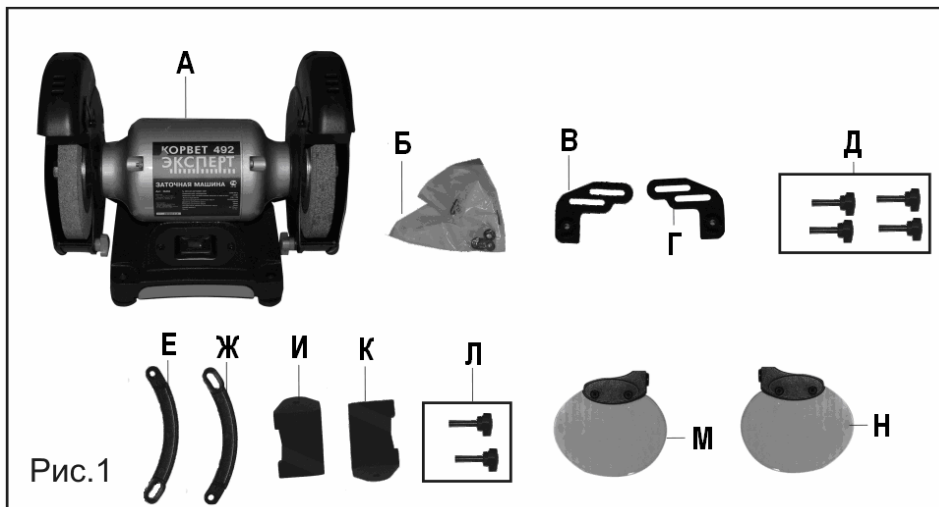

Рис. 1
В комплект поставки входит, Рис. 1:
Примечание: Устанавливая винты (3, 13, 10), используйте по одной на каждый из винтов плоскую и пружинную шайбы из комплекта шайб (Б), Рис. 1. Пружинную
9.3. Винтом (1), Рис. 1, предварительно закрепите защитный экран (9) на держателе (12).